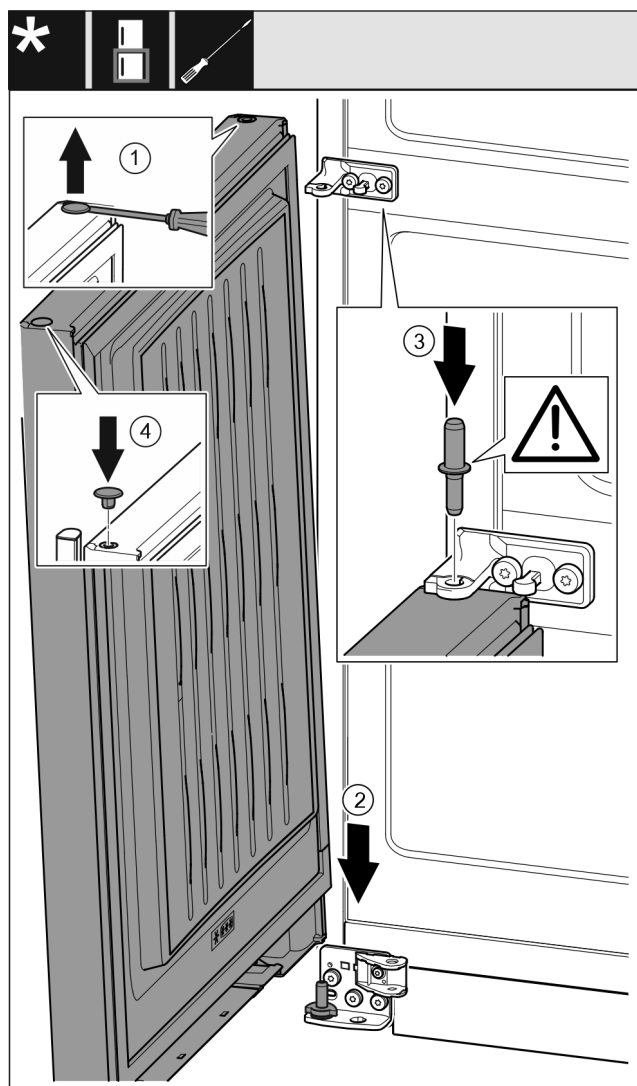

Fig. 41
- Ravnim odvijačem oprezno podignite čep i izvadite ga. Fig. 41 (1)
- Stavite vrata odozgo na donji svornjak ležaja. Fig. 41 (2)
- Umetnite srednji svornjak ležaja kroz srednji podložak ležaja u donja vrata. Pri tome pazite da je ispušćenje za blokiranje okrenuto prema otraga. Fig. 41 (3)
- Ponovo umetnite čep na drugoj strani vrata. Fig. 41 (4)